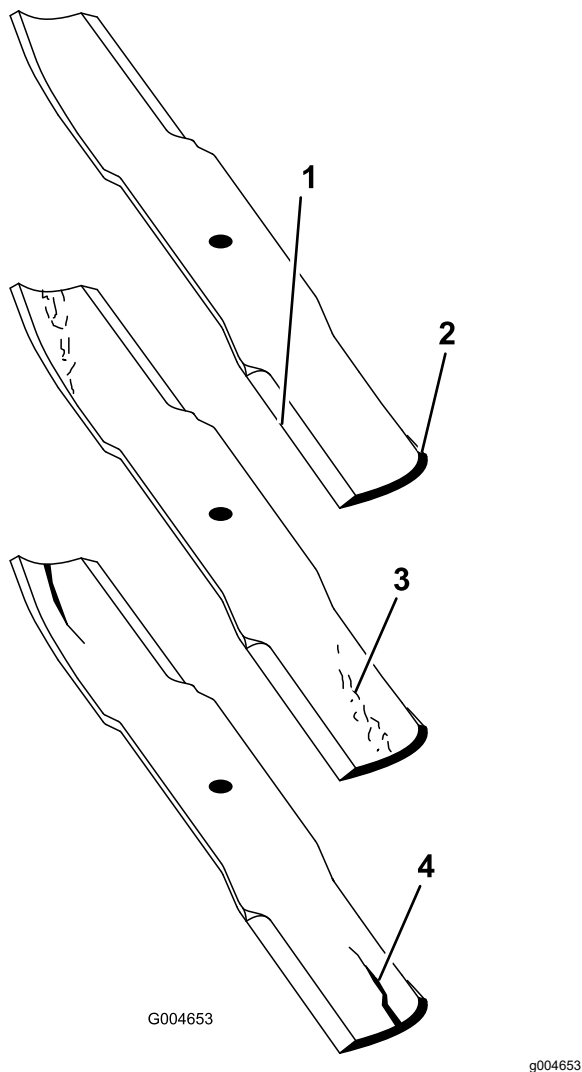

Figure 124
2. Examinez attentivement les tranchants de la lame, particulièrement au point de rencontre de la partie plane et de l'ailette (Figure 124).
Remarque: Le sable et les matières abrasives peuvent éroder le métal à cet endroit, c'est pourquoi il est important de contrôler l'état de la lame avant d'utiliser la tondeuse. Remplacez la lame si elle vous semble usée (Figure 124).